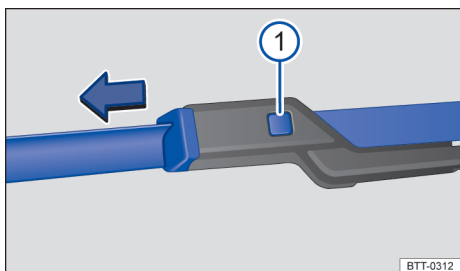

Fig. 116 Substituir as palhetas dos limpadores do para-brisa.
- Manter o botão de destravamento → Fig. 116 ❶ pressionado e, ao mesmo tempo, retirar a palheta do limpador do para-brisa no sentido da seta.